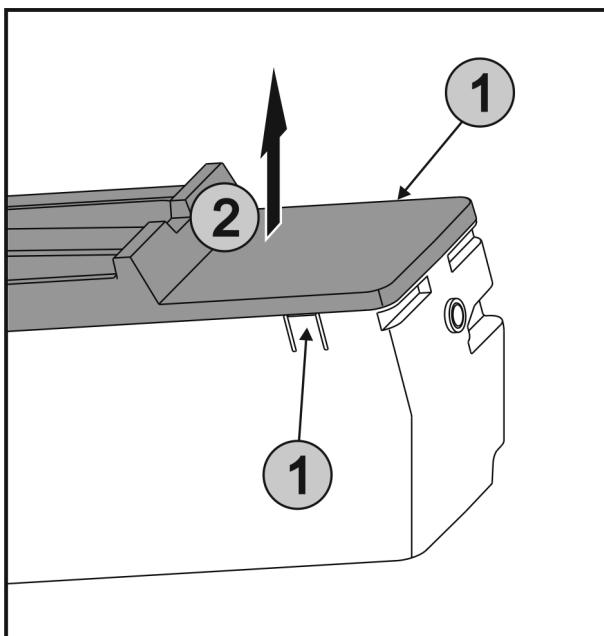

Fig. 57
- Trykk på bøylene Fig. 57 (1) på begge sider av von EasyTwist-Ice samtidig, og ta dekselet Fig. 57 (2) opp og ut.